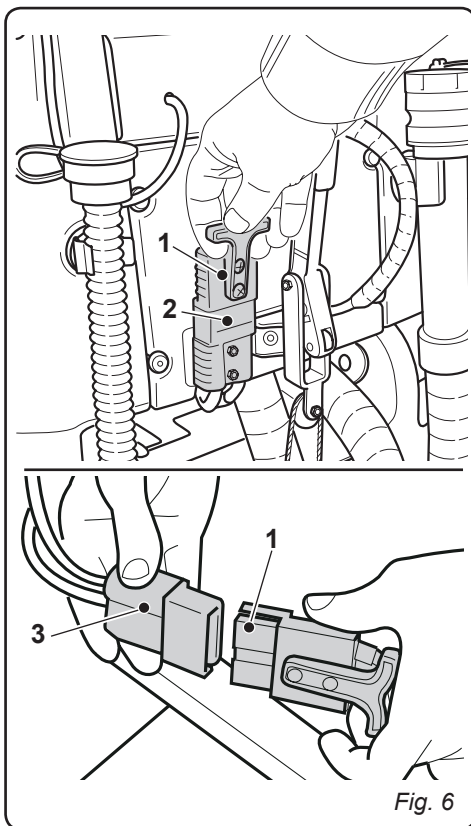

Fig. 6
4.1.b - Carga de la batería mediante cargador de baterías externo (fig. 6)
- Desconectar el enchufe (1) de las baterías desde la toma (2) de la instalación.
- Conectar el enchufe (1) de las baterías a la toma (3) del cargador de baterías externo.
- Al final de la recarga de las baterías, reconectar el enchufe (1) de las baterías a la toma (2) de la instalación.